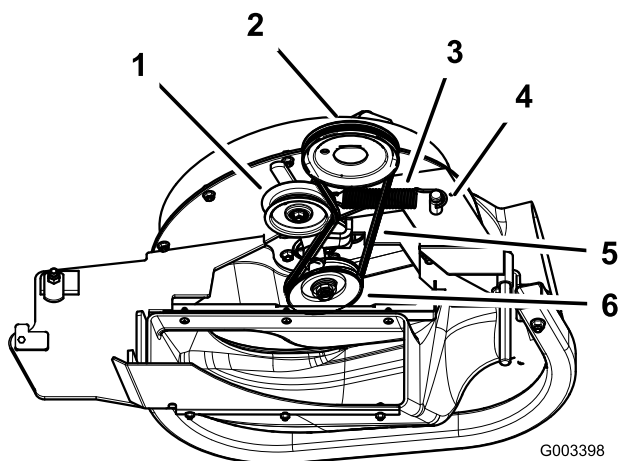

Figura 39
3. Tirate indietro la puleggia tendicinghia a molla, per allentare la tensione della cinghia (Figura 39).
5. Montate la nuova cinghia attorno alle pulegge del soffiatore e alla puleggia del piatto di taglio del tosaerba (Figura 39).
7. Tirate indietro la puleggia tendicinghia a molla e installate la cinghia nella puleggia tendicinghia a molla (Figura 39).